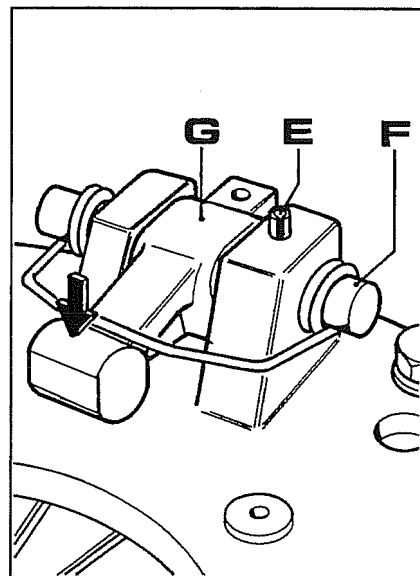
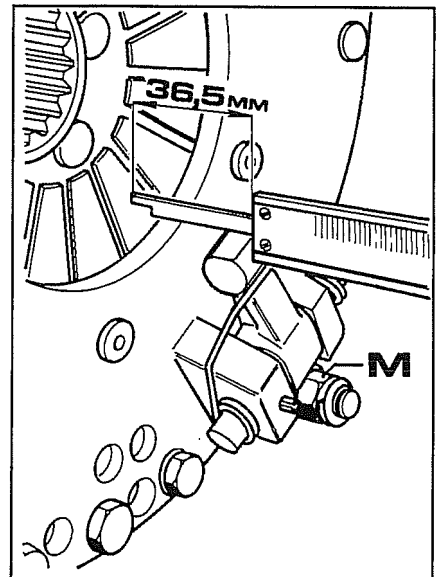

Fig. 23
Fig. 25
- Verificare che le levette **G** fig. 23 non abbiano le testine (indicate dalla freccia in figura) eccessivamente consumate.
- Estrarre il perno **F**, quindi sostituire la leva riposizionando la molla come illustrato in fig. 23.
- Per registrare le levette **G** fig. 23 comando disinnesto frizione presa di forza, occorre agire sui dadi **M** fig. 25 fino ad ottenere la misura di **36,5 mm** dalla sommità delle levette al piano della molla come illustrato in figura.